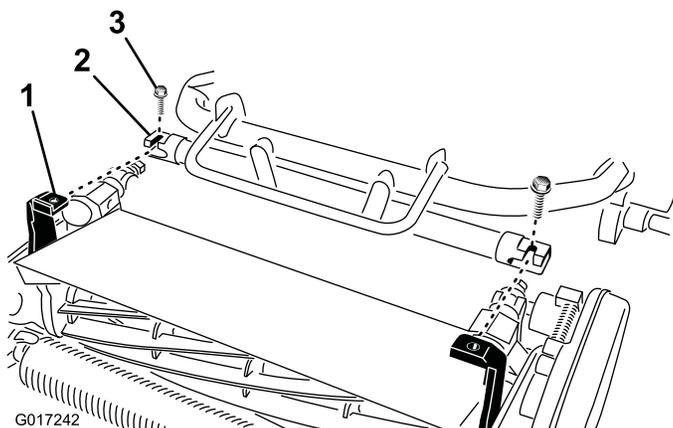

Figure 6
4. Manœuvrez le cadre du groupe de déplacement (Figure 6) en avant jusqu'à ce qu'il s'engage avec les bras pivotants du plateau de coupe.
5. Fixez le cadre du groupe de déplacement aux bras pivotants du plateau de coupe avec 2 boulons (3/8 x 3/4 po) (Figure 6)